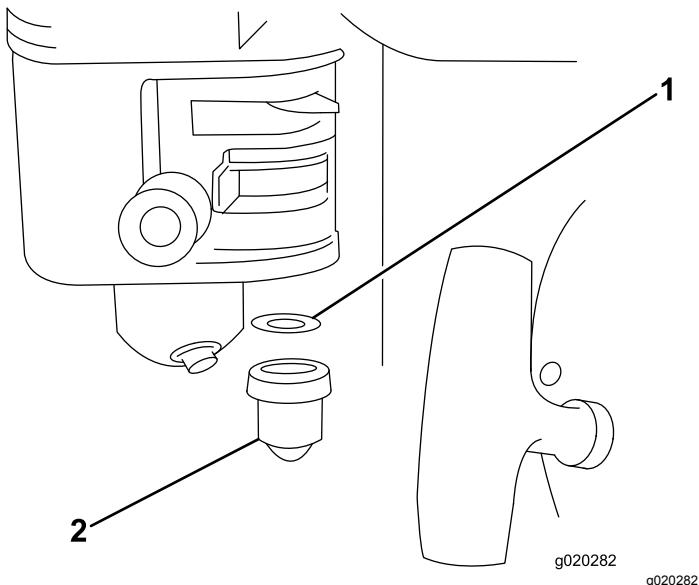

Figure 18
4. Déposez la cuvette de décantation et le joint torique (Figure 18).